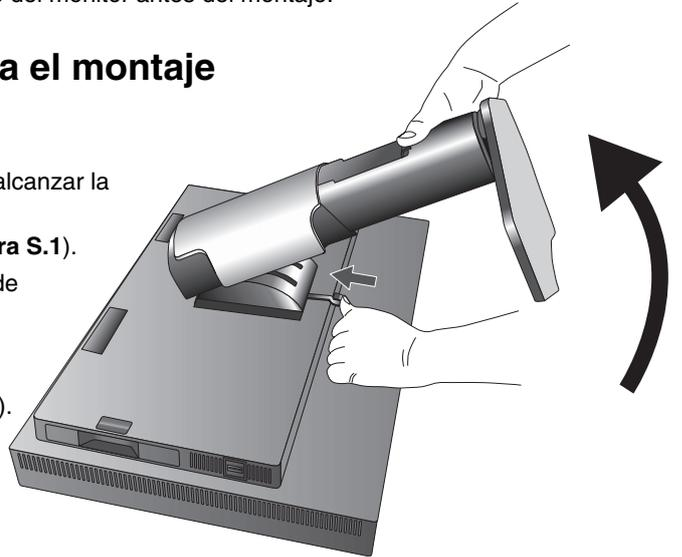

Figura S.1
3. Sitúe el monitor boca abajo en una superficie no abrasiva (**figura S.1**).
4. Coloque una mano alrededor de la base y otra en la palanca de aflojamiento rápido. Mantenga apretada la palanca de aflojamiento rápido en la dirección indicada por las flechas (**figura S.1**).
5. Levante el soporte para desconectarla del monitor (**figura S.1**). El monitor ya se puede montar mediante un método alternativo. Repita el proceso en sentido inverso para volver a montar el soporte.